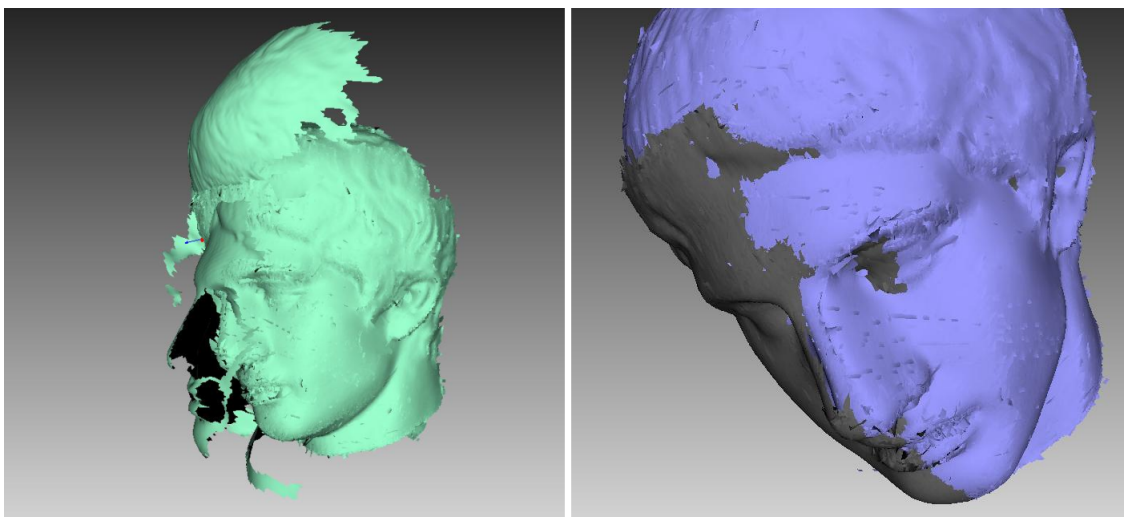

Рис. 8.28: Ошибки глобальной регистрации: некорректные настройки слева и разрыв между сканами справа.
- После окончания работы поверхности находятся в беспорядочном состоянии (см. левую иллюстрацию на Рис. 8.28) или положение поверхностей не изменилось. Обычно это связано с тем, что в приложение настроено для другого типа сканера, не для того, которым снимались данные. Измените тип устройства в настройках (см. Настройки алгоритмов).
- Алгоритм отработал успешно, но между двумя или большим количеством сканов наблюдается разрыв (см. Рис. 8.28, справа). Выберите на *Рабочей области* только эти сканы и запустите алгоритм глобальной регистрации для них. Если после отработки алгоритма сканы приблизились друг к другу, но не сошлись, запустите алгоритм снова, увеличив количество итераций, и повторяйте это до полной сходимости, после чего снова запустите глобальную регистрацию для всех данных. Если проблемных сканов несколько, и свести их вместе не удастся, попробуйте совместить два из них. Постепенно увеличивайте количество сканов, пока все они не соберутся.